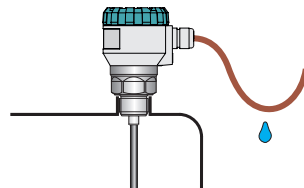

Abb. 15: Eindringen der Feuchtigkeit durch die Kabeltülle vermeiden
- Das Kabel muss unter von der Kabelverschraubung (Durchhängen schräg nach unten) geführt werden, Abb. 15.